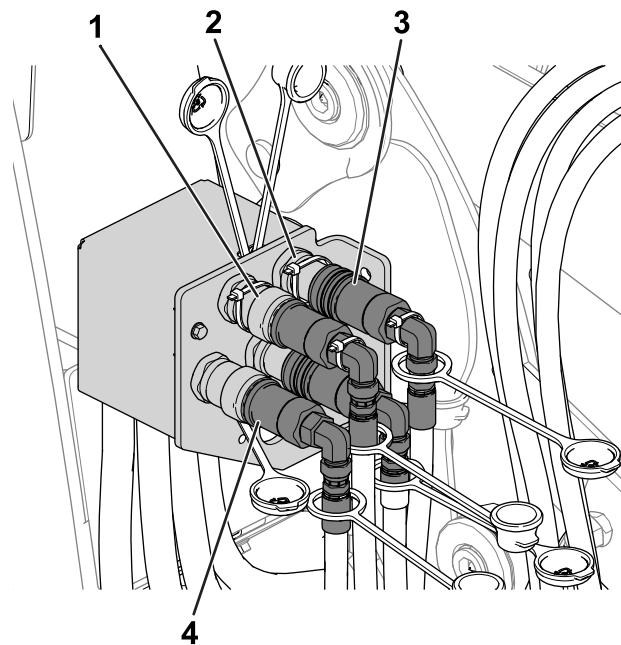

Figure 54
5. Branchez les coupleurs hydrauliques (Figure 54) en procédant comme suit :